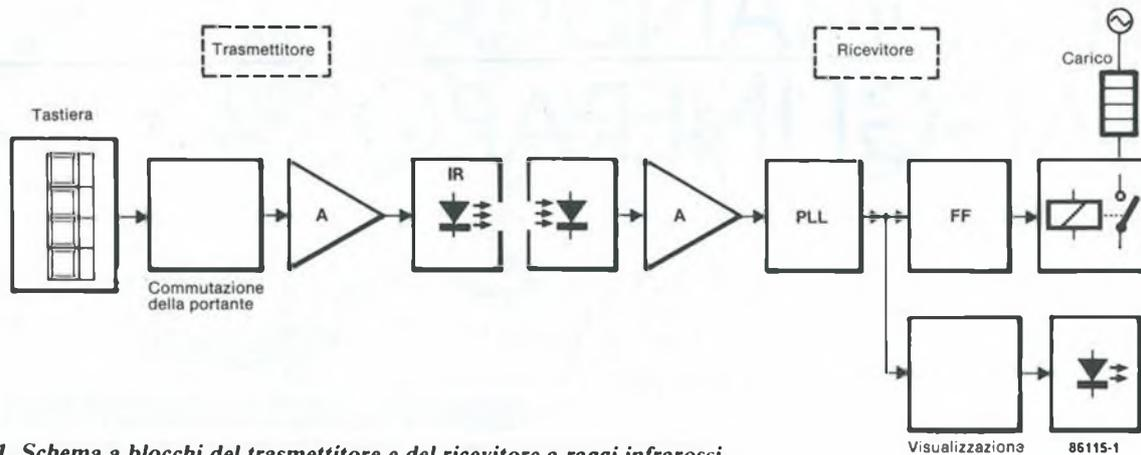

Figura 1. Schema a blocchi del trasmettitore e del ricevitore a raggi infrarossi.
**Q**uesto sistema di telecomando è basato su un trasmettitore a raggi infrarossi a quattro canali e sul relativo ricevitore. Lo schema a blocchi del sistema è illustrato in Figura 1. Il trasmettitore altro non è che un oscil-